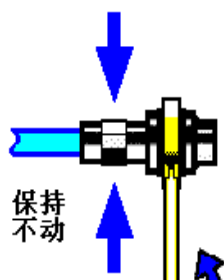

图 3.6 使用力矩扳手完成最后连接
**步骤 3.** 如图 3.6，使用力矩扳手拧紧完成最后的连接，注意力矩扳手不要超过起始的折点，可使用辅助的扳手防止连接器转动。